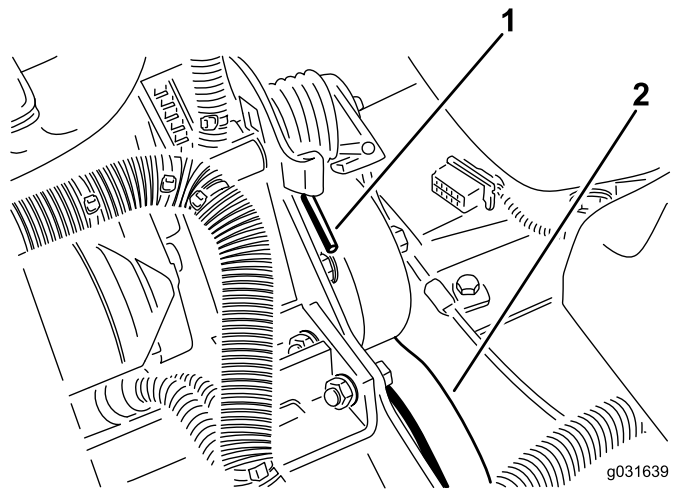

图 63
2. 向下向前按弹簧的端部将其从支架上脱开释放弹簧上的张紧力图 63。